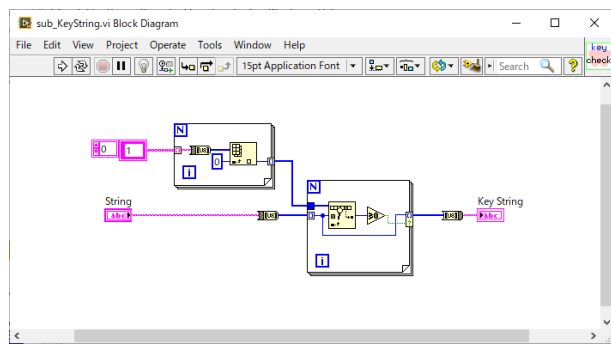

図 4-38 入力文字列のフィルター
**sub\_KeyString.vi**は「String」から入力された文字列からプッシュキー以外のものを除去するサブVIです（図4-38）。文字を0-255 (U8) のASCIIコードに変換してプッシュキーに該当するものだけ条件付き指標付けで出力します。